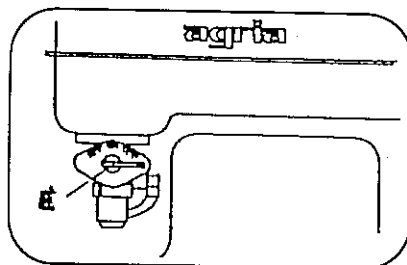

fig. 7
La llave de paso (E) está situada bajo el depósito (fig. 7) y tiene 2 posiciones: